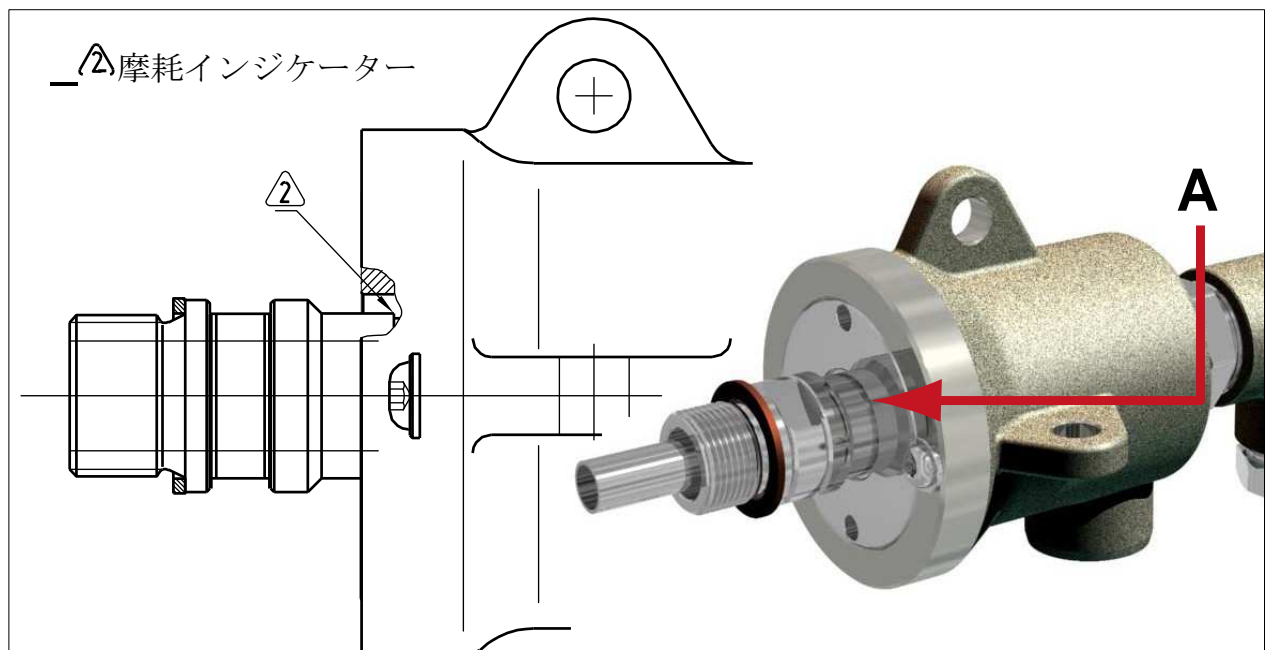

図 10 : ローターにあるシール摩耗インジケータ
4. 回転ユニオンのシール摩耗により洩れがある、ローターにあるシール摩耗インジケータがエンドキャップの面から出てきたら (図 10) シールを新品と交換してください。デュブリンより修理・サービスキットが入手可能です。